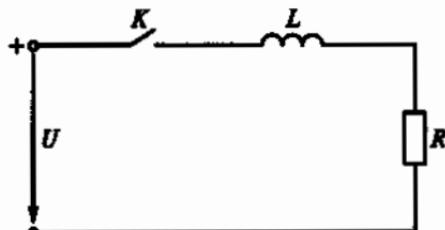

Рис. 140
4.5. В электрической цепи, схема которой приведена на рис. 140, $R = 100 \text{ Ом}$, $L = 2 \text{ Гн}$. Какой будет длительность переходного процесса при замыкании ключа K , если считать, что он заканчивается через время $t = 3\tau$?